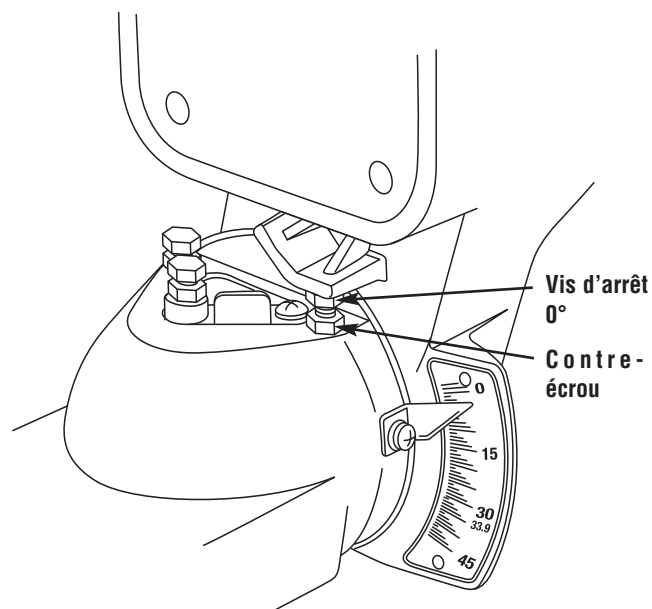

Figure 7. Vis d'arrêt 0° de biseau et contre-écrou
6. Ajustez la vis d'arrêt de biseau 0° avec la clé de 12 mm ou la clé à ouverture variable jusqu'à ce que la lame entre en contact avec toute la longueur de l'équerre. Serrez le contre-écrou (Figure 7).
6. Assurez-vous que l'indicateur de biseau pointe vers la marque 45° sur l'échelle graduée de biseau (voir Figure 7). Si l'indicateur de biseau n'est pas aligné sur la marque 45°, revérifiez d'abord si la lame est d'équerre par rapport à la table et revérifiez l'alignement de l'indicateur de biseau 0°. Répétez ensuite l'alignement de lame 45° et faites les réglages appropriés.